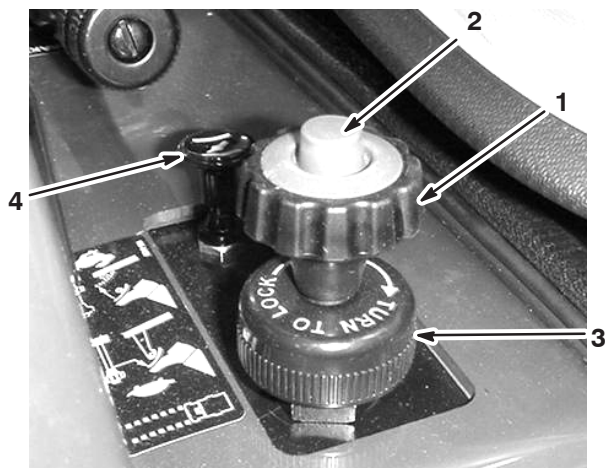

Figure 14
Le limiteur de vitesse est un gros bouton situé à droite du siège (Fig. 14). Il vous permet de régler la course maximale de la pédale d'accélérateur lorsqu'elle est enfoncée, ce qui limite la vitesse maximale du pulvérisateur.
2. Appuyez sur le bouton-poussoir en haut du bouton du limiteur de vitesse et tirez le bouton jusqu'à ce que vous sentiez qu'il touche la pédale d'accélérateur, puis relâchez le bouton (Fig. 14).
4. Une fois le réglage effectué, vous pouvez bloquer le bouton en tournant la roue de blocage au bas du limiteur de vitesse dans le sens horaire jusqu'à la butée (Fig. 14). Pour débloquer le bouton, tournez la roue dans le sens anti-horaire jusqu'à ce qu'il puisse bouger.
La commande de starter est un petit bouton situé à droite du siège (Fig. 14). Pour mettre en marche un moteur froid, tirez la commande de starter vers le haut. Dès que le moteur a démarré, réglez la commande de starter de façon à obtenir un régime moteur régulier. Repoussez la commande en position Hors service le plus rapidement possible. Le starter n'est pas ou presque pas nécessaire si le moteur est chaud.